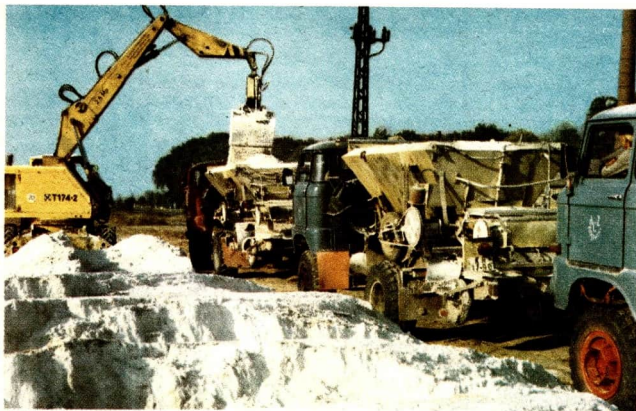

Abb. 28 Spezialfahrzeug zum Ausbringen von Kalkdünger
- In der Landwirtschaft wird durch Kalkdüngung des Bodens der pH-Wert des Bodens so verändert, daß er für das Pflanzenwachstum günstig ist. Im Verlaufe einer Vegetationsperiode sinkt der pH-Wert. Ursache dafür sind unter anderem Säuren, die von den Wurzeln während des Pflanzenwachstums ausgeschieden werden. Der pH-Wert des Bodens wird auch durch Niederschläge, die mit Luftschadstoffen belastet sind, ungünstig beeinflusst. Durch den Einsatz basisch wirkender Düngemittel können saure Bestandteile des Bodens neutralisiert werden (Abb. 28). ③